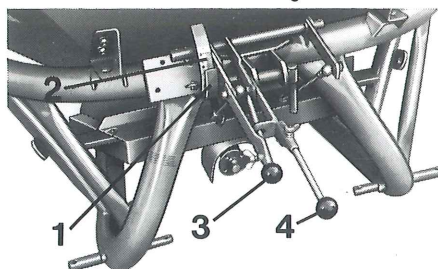
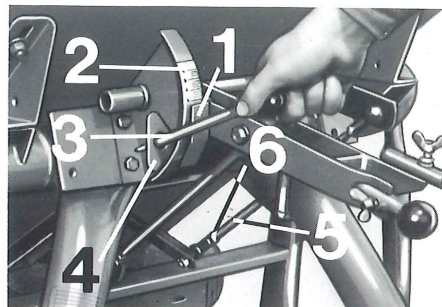

fig 2
fig 3
2.2.1 Riktig gjødselmengde fås ved å stille inn anslaget (fig 2/1) langs skalaen (fig 2/2). Ved hjelp av den ene forlengelsesspaken (fig 3/1) løses låseskruen (fig 3/1) anslaget (fig 2/1) stilles inn på skalaen i henhold til såtabellen. Deretter dras låseskruen (fig. 3/2) ordentlig til igjen, og forlengelsesspaken settes tilbake.
For dette arbeide dras den i kjøreretningen sett høyre spak (fig 2/3) ut så langt at begge spakene (fig 2/3 og 2/4) kan flyttes uavhengig av hverandre.
På alle ZA-F-spreaderne skal anslaget stilles inn på nr. 11 på skalaen. – Deretter åpnes spjellene ved hjelp av spaken (fig 2/4) til den innstilte mengde.
Ved feilaktig innstilling av åpningene kan man justere dette med forbiningsstangen (fig 3/3). Først løsnes kontramutteren på stangen. Deretter justeres lengden inn så nøyaktig som mulig, slik at åpningene eksakt stemmer med innstillingsmalen da maskinen er innstilt på nr. 11 på skalaen. For å få så eksakt innstilling som mulig bør man gjenta denne justering.